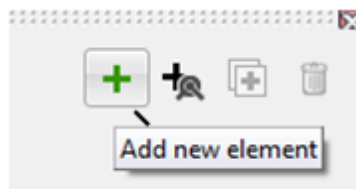

图 1.9 添加一个刚体
2. 点击交互界面的加号按钮，创建一个刚体，如图 1.9 所示。